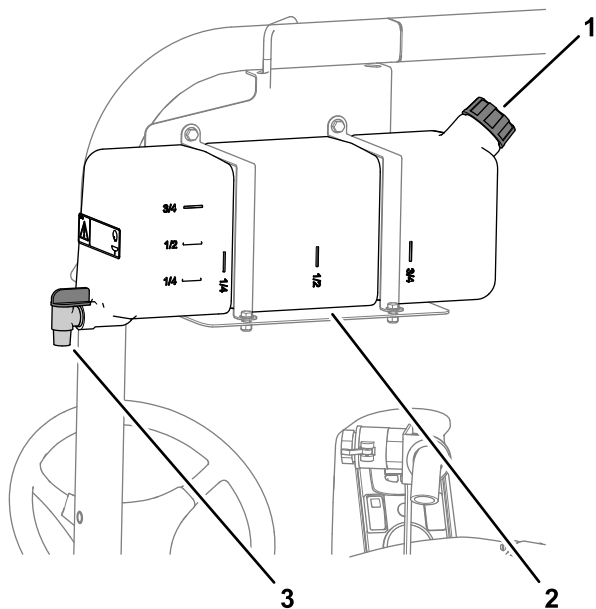

Figura 18
- Para abastecer o tanque, desparafuse a tampa na parte superior do tanque, encha o tanque com água doce e coloque a tampa (Figura 18).
- Para abrir a torneira do depósito de água doce, rode a alavanca da torneira (Figura 18).